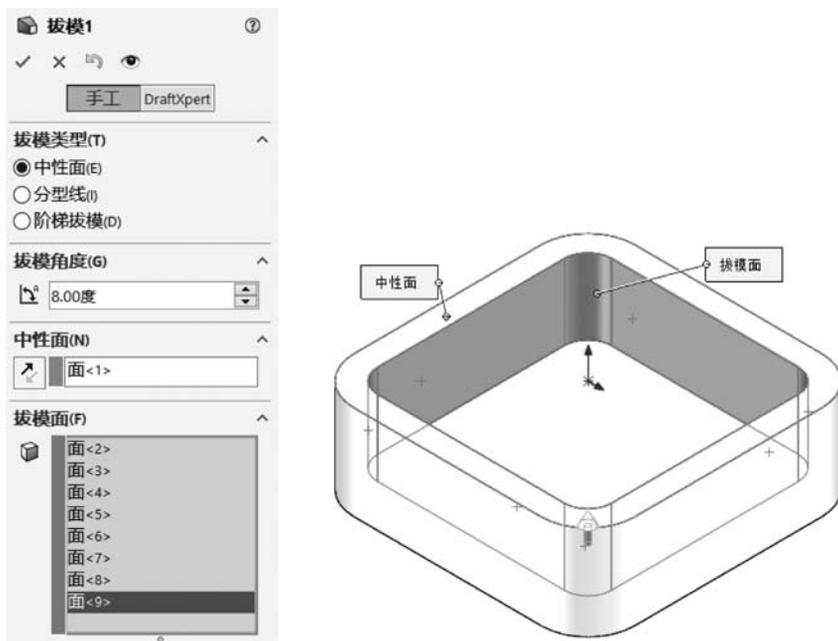

图 5-62 内拔模
(1) 单击【特征】选项卡上的【拔模】按钮 , 会出现【拔模】属性管理器。
① 在【拔模类型】组,选中【中性面】单选按钮。
② 在【拔模角度】组的【拔模角度】文本框输入 8.00 度。
③ 在【中性面】组,激活【中性面】列表,在图形区域中选择上表面为中性面,确定拔模方向。
④ 在【拔模面】组,激活【拔模面】列表,在图形区选择腔体内表面为拔模面,如图 5-62 所示,单击【确定】按钮 , 生成拔模。
(2) 单击【特征】选项卡上的【拔模】按钮 , 会出现【拔模】属性管理器。